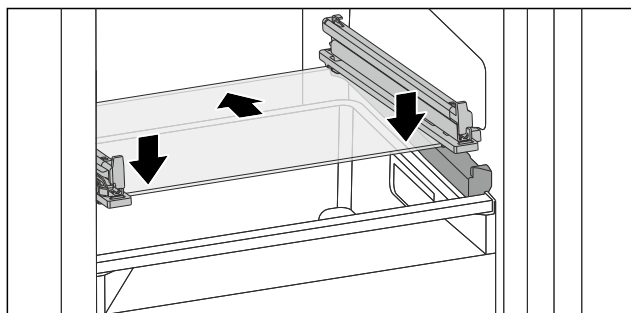

Fig. 200 Placa de sticlă a sertarului înclinabil
- Așezați placa de sticlă oblic în spatele opritoarelor. (vezi Fig. 200)